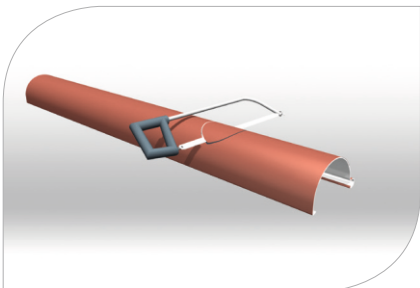

рис. 13
- 3.6 В месте, в котором будет смонтирована воронка, вырежьте круглое отверстие в дне желоба диаметром, равным диаметру водосточной трубы (рис. 13, 14)